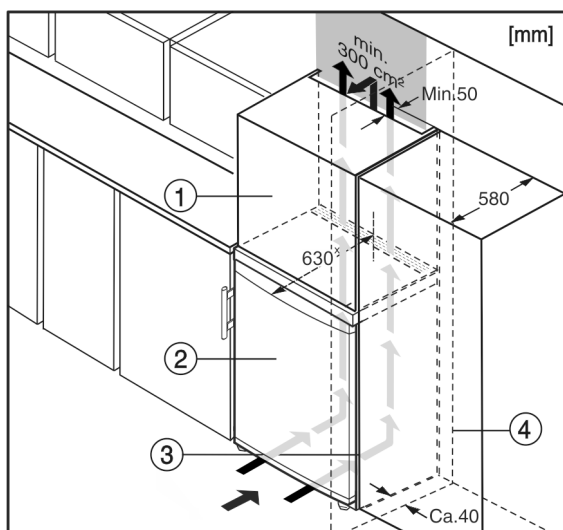

Fig. 5
- (1) Nadstavná skrinka (3) Kuchynská skriňa
(2) Zariadenie (4) Stena
Zariadenie môže byť zabudované medzi kuchynskými skriňami. Aby sa zariadenie Fig. 5 (2) prispôbilo výške kuchynskej linky, môže sa nad zariadením umiestniť nadstavná skrinka Fig. 5 (1).
Pri vstavaní s kuchynskými skriňami (hĺbka max. 580 mm) je možné zariadenie inštalovať priamo vedľa kuchynskej skrine Fig. 5 (3). Zariadenie vyčnieva nabok 34 mm * a v strede zariadenia 50 mm * oproti prednej časti kuchynskej skrine.
Ak je zariadenie umiestnené so zavesením vedľa steny Fig. 5 (4), musí vzdialenosť medzi zariadením a stenou činiť minimálne 40 mm. To zodpovedá presahu držadla pri otvorených dverách.